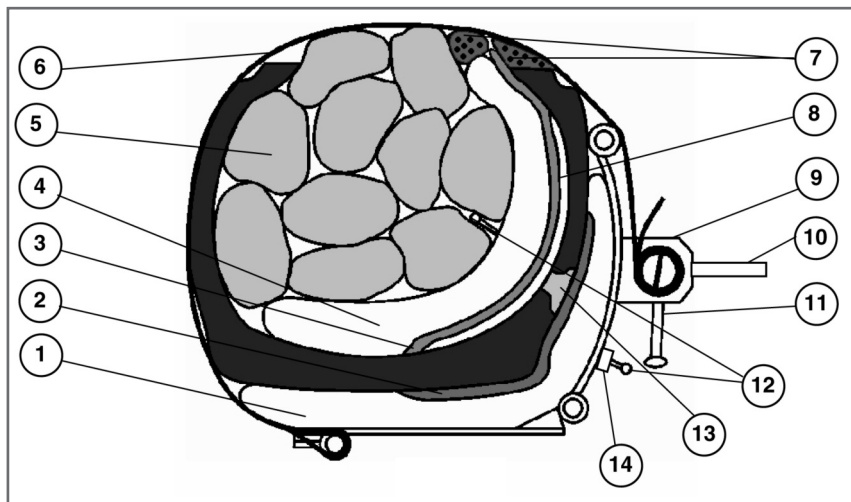

рис. 2
Внимание! Запрещается подавать давление в пневмоподушки, не установленные согласно Схемы вулканизации (рис. 2 стр. 7)
6.8 Установить наружную пневмоподушку согласно Рис.2.
Если край пластыря расположен близко к борту шины, то необходимо обеспечить выступание внутреннего гибкого нагревателя не менее чем на 40 мм от края пластыря по всей длине прилегания пластыря к борту. При этом, во избежание выхода из строя внутреннего нагревателя, необходимо обязательно установить бортовой вкладыш или уложить необходимое количество протекторных подушек (см. поз.7 Рис. 2).
6.16 Внутри шины на пневмоподушку уложить необходимое количество вкладышей (см. поз.5 Рис.2), при этом следить за тем, чтобы ниппель и быстроразъемное соединение находились между вкладышами (см. Рис.2).
6.18 Перемещая рукоятки вверх, натянуть с небольшим усилием стяжные ремни, выполнив 1...1,5 оборота фиксаторов. При этом необходимо удерживать фиксаторы рычагом (поз.10 Рис.2).